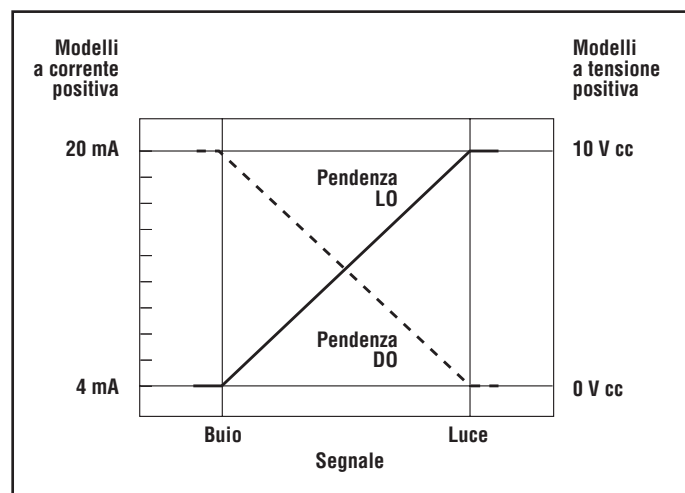

Figura 2. Uscita analogica in funzione della posizione del bersaglio – due set-point (statico o dinamico)
il sensore imposta la prima condizione presentata al massimo livello dell'uscita (20-mA o 10V), e la seconda condizione presentata al minimo livello dell'uscita (4 mA o 0V), quindi crea una scala ripartendo proporzionalmente i valori compresi tra questi due estremi. Se nella prima condizione prevale la luce riflessa verso il sensore, questo funzionerà in modalità luce (LO). Se nella prima condizione prevale l'oscurità, il sensore funzionerà in modalità buio (DO). Per cambiare la rampa dell'uscita analogica (fare riferimento alla Figura 2), entrare nella programmazione di LO/DO (pag. 8).